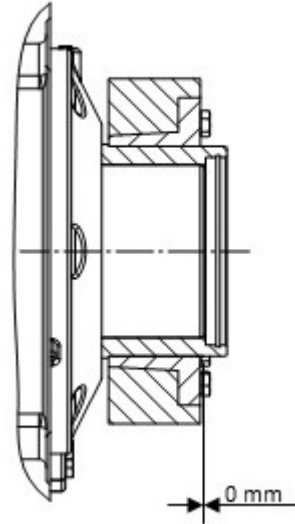

Abbildung 15: Montierte Schrumpfscheibe
8. Nach dem Festziehen der Spanschrauben muss die schraubenseitige Stirnfläche des Innenringes mit der Stirnfläche des Außenringes bündig übereinander liegen. Der Verspannungszustand der Schrumpfscheibe ist so optisch zu überprüfen (Abbildung 15).